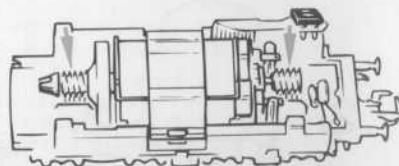

Fig. 12
2. Schmierung: Versehen Sie die im Schmierplan in Fig. 12 gekennzeichneten Stellen mit nur **kleinen Öltropfen**. Dazu zuerst das Lok- bzw. Tendergehäuse abnehmen (Fig. 7, Fig. 8). Wir empfehlen den **ROCO-Öler** Art. Nr. **10906**. Zur Schmierung der Getriebeteile (Zahnräder,
2. Lubrication: Apply **tiny oil drops** to spots marked in fig. 12. Prior to lubrication dismantle the loco body or the tender body (fig. 7, Fig. 8). We recommend using item no. **10906**, **Roco oiler**. For lubrication the gear-parts (e.g. cog-wheels, worm) we would recommend our **Roco special grease** (item No. **10905**). **Attention:** Please do not oil these parts when using our grease. → **Assembly**
2. Graissage: N'appliquez qu'une **très petite goutte** aux endroits indiqués par le plan de graissage (fig. 12) après avoir démonté la caisse du tender (fig. 7, fig. 8). Nous vous recommandons le **graisseur à huile ROCO réf. 10906**. Pour graisser les engrenages (roues dentées, vis sans fin) nous vous conseillons la **graisse spéciale Roco réf. 10905** pour engrenages en matières synthétiques. Lorsque vous utilisez cette graisse il faut éviter d'huiler ces composants. → **L'assemblage**